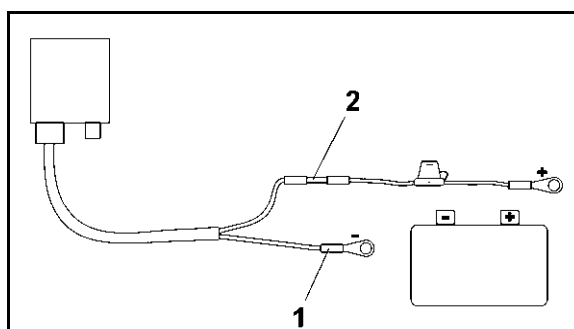

Рис. 4
4. Вставьте голубую жилу кабеля (масса) в открытый кольцевой зажим (Рис. 4/1).
6. Вставьте коричневую жилу кабеля (+ 12 В) в свободный конец стыкового соединителя (Рис. 4/2).
8. Обработайте стыковой соединитель (Рис. 4/2) с помощью какого-либо источника тепла (зажигалки или технического фена). Дождитесь выхода клеящего вещества (оплавления пластика).